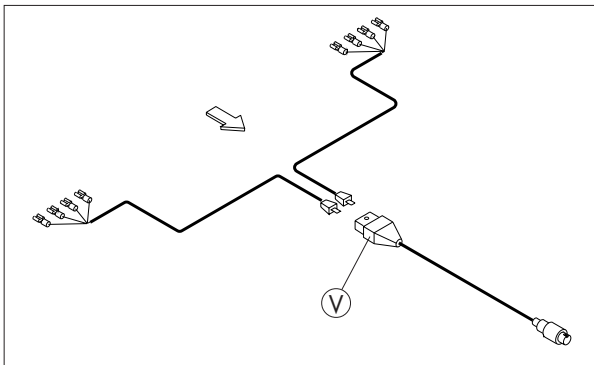

Fig. 3-18
Faire passer le câble électrique de l'éclairage à travers la conduite de câbles de l'entretoise du châssis arrière au moyen du dispositif d'introduction et le raccorder au connecteur (V) (fig. 3-18).